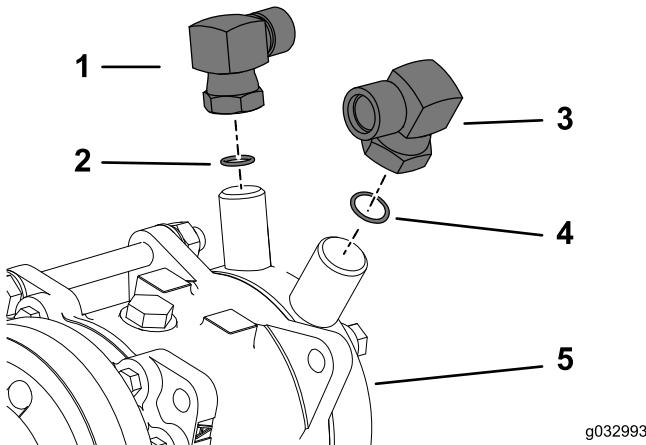

Figure 43
- 1. Montez le raccord à angle droit (7/8 po) et le joint torique (taille 8) sur l'orifice de basse pression ou d'aspiration de la pompe de climatisation (Figure 43).
3. Montez le raccord à angle droit (3/10 po) et le joint torique (taille 10) sur l'orifice de haute pression ou de décharge de la pompe de climatisation (Figure 43).